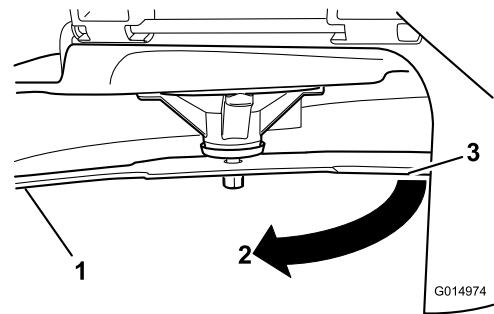

Figura 74
3. Distância medida entre a lâmina e a superfície (A)
4. Rode a mesma lâmina 180 graus para que a extremidade de corte oposta fique na mesma posição (Figura 74).